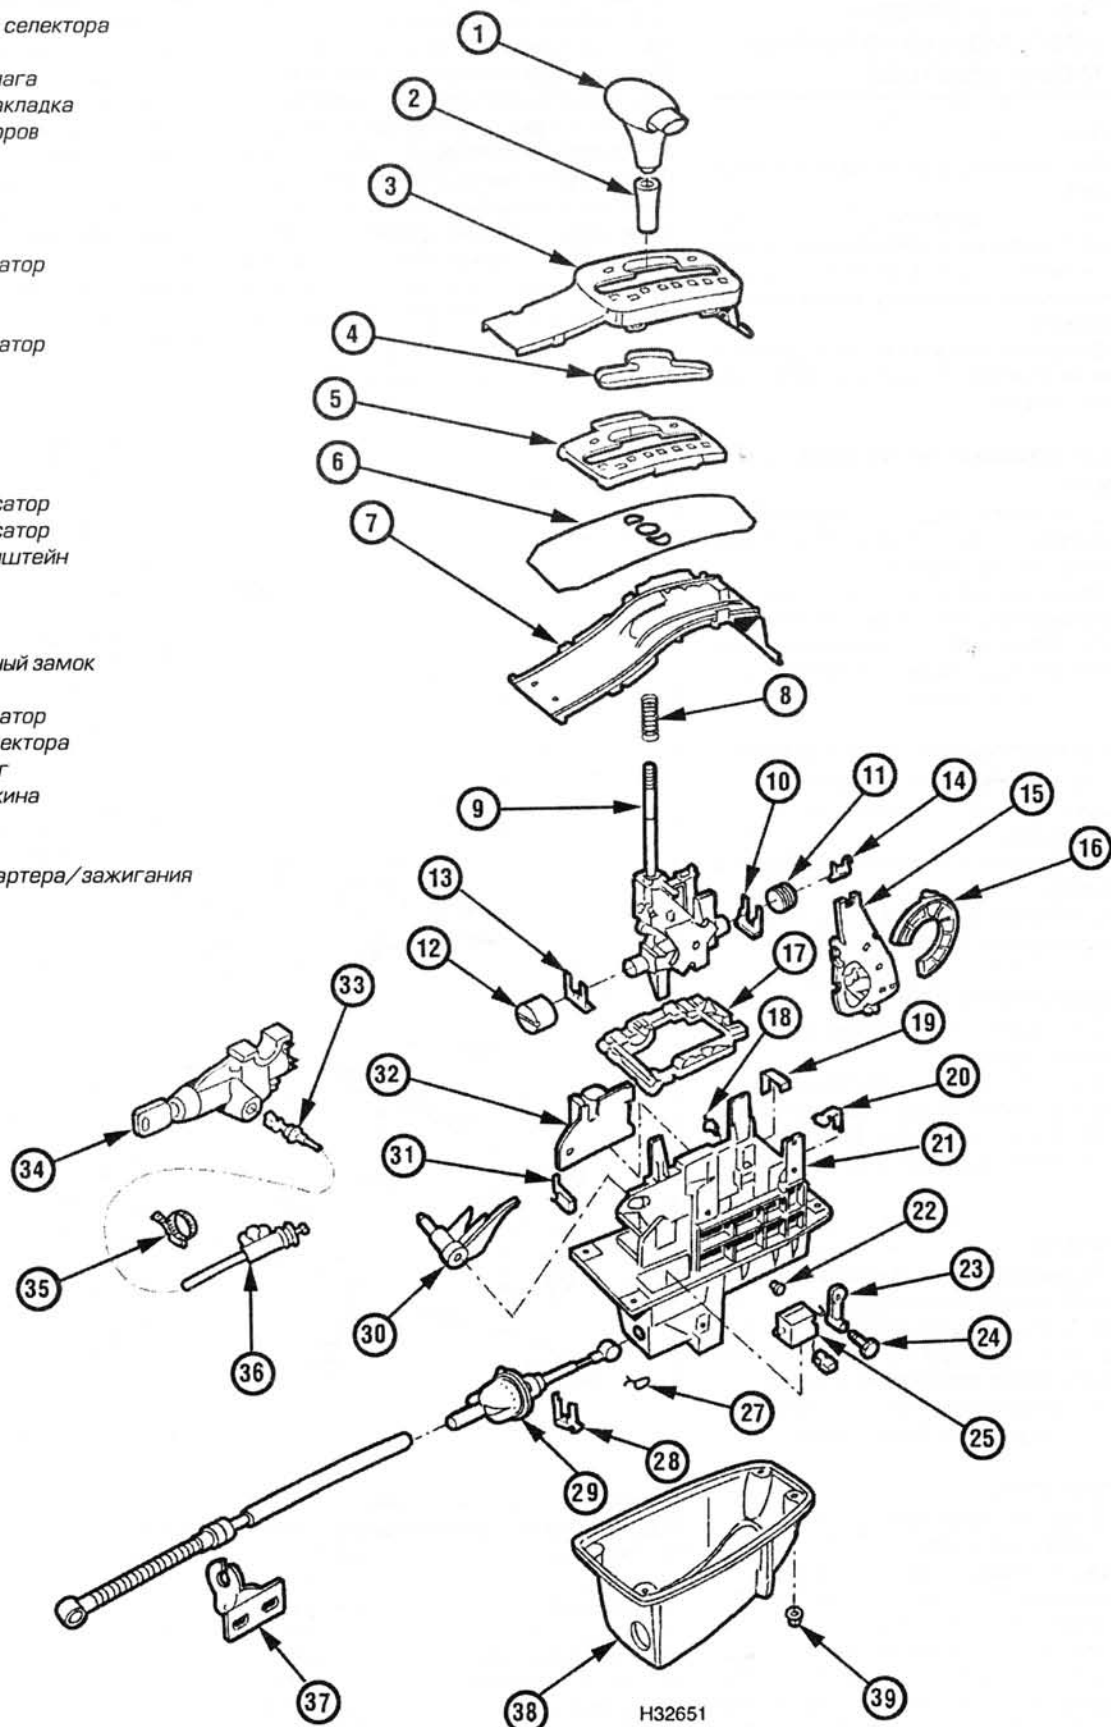

Рис. 4.6. Элементы механизма рычага селектора 5-скоростной коробки передач 01V
- 6 Отверните крепёжные гайки и снимите крышку с нижней стороны корпуса рычага селектора (рис. 4.6).